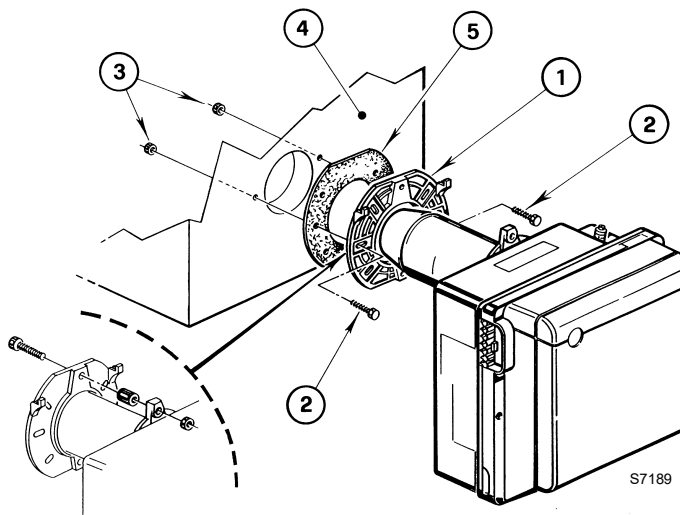

Abb. 4
- Die Schraube und die beiden Muttern am Flansch (1) montieren (siehe Abb. 4).
- Falls erforderlich, die Bohrungen der Isolierdichtung (5) erweitern.
- Mit den Schrauben (2) und (falls erforderlich) den Muttern (3) den Flansch (1) an der Heizkesseltür (4) mit Isolierdichtung (5) montieren (siehe Abb. 2) (siehe Abb. 4).